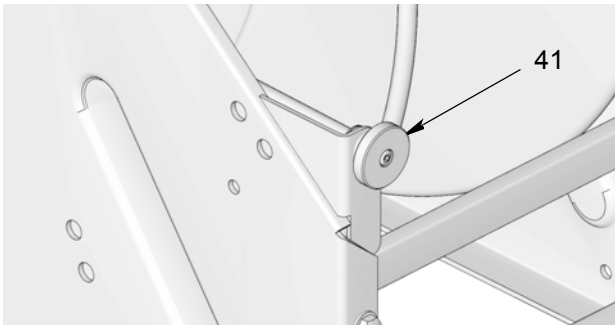

FIG. 26
Gire la perilla del freno (41) (FIG. 26) a la derecha o a la izquierda para aflojar o apretar la tensión de frenado.
- Gire la perilla (41) hacia la derecha para aumentar/apretar la tensión del freno.
- Gire la perilla (41) hacia la izquierda para reducir/aflojar la tensión del freno.